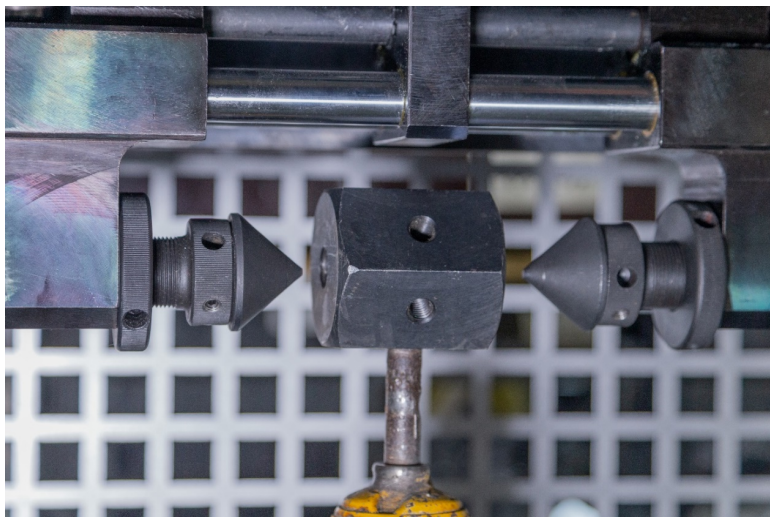

Рисунок 20. Правильное положение толкателей пневматического зажима относительно крепления амортизатора перед «зжатием»
- 3.1 Позиционируйте верхнее крепление амортизатора (призму) соосно с толкателями пневматического зажима (см. рис. 20) и «зажмите» его.